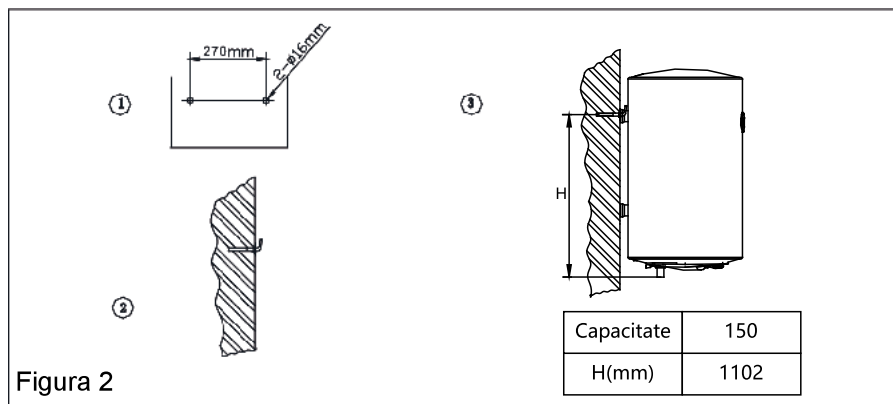

Figura 2
1. Utilizați o mașină de găurit electrică pentru a face două găuri în perete. Distanța dintre cele două găuri trebuie să respecte indicațiile din figura 2.